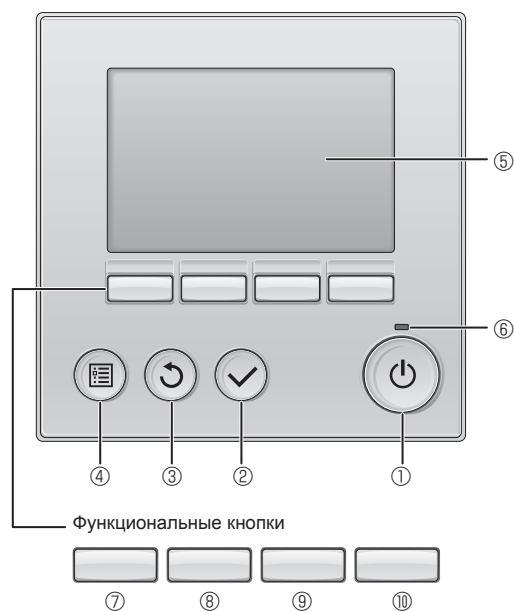

Fig. 7-2
7.3.1. Использование проводного пульта дистанционного управления (Fig. 7-2)
① Кнопка [ВКЛ/ВЫКЛ]